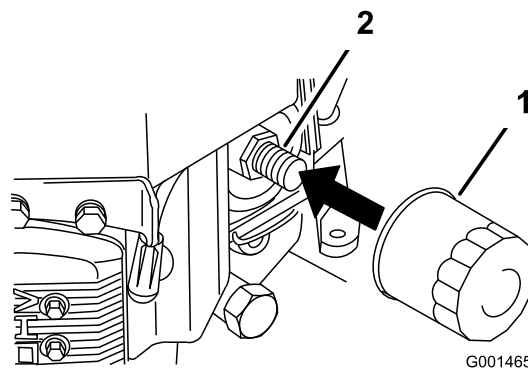

Figura 26
2. Retire el filtro de aceite usado (Figura 26).
3. Aplique una capa fina de aceite nuevo a la junta de goma del filtro nuevo (Figura 26).
4. Instale el filtro de repuesto en el adaptador de filtro; gire el filtro en el sentido de las agujas del reloj hasta que la junta de goma entre en contacto con el adaptador del filtro, luego apriete el filtro tres cuartos de vuelta más (Figura 26).